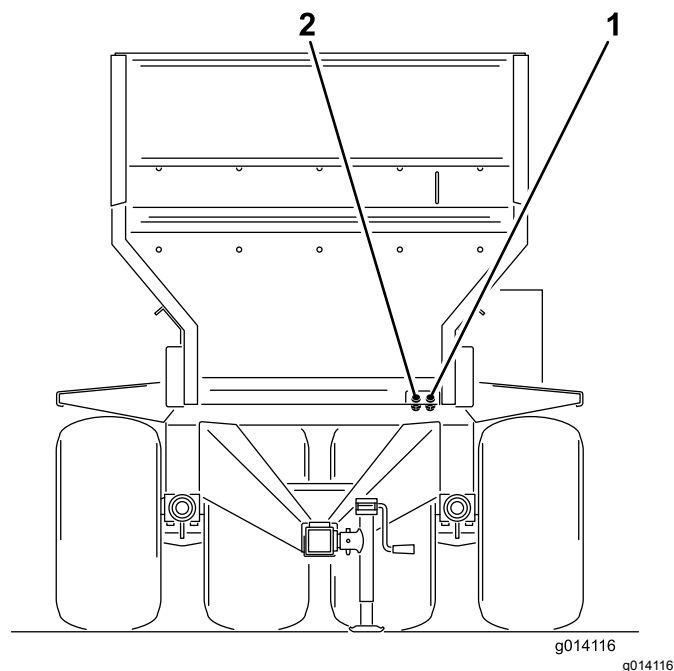

Figura 20
6. Ligue os dois tubos hidráulicos da máquina ao veículo de reboque. De frente para máquina, ligue o tubo direito ao lado da pressão e o tubo esquerdo ao lado do retorno (Figura 20). O tubo de retorno possui uma válvula de verificação de sentido único. A seta na válvula antidrenagem deve estar virada para o conector de retorno do veículo de reboque.